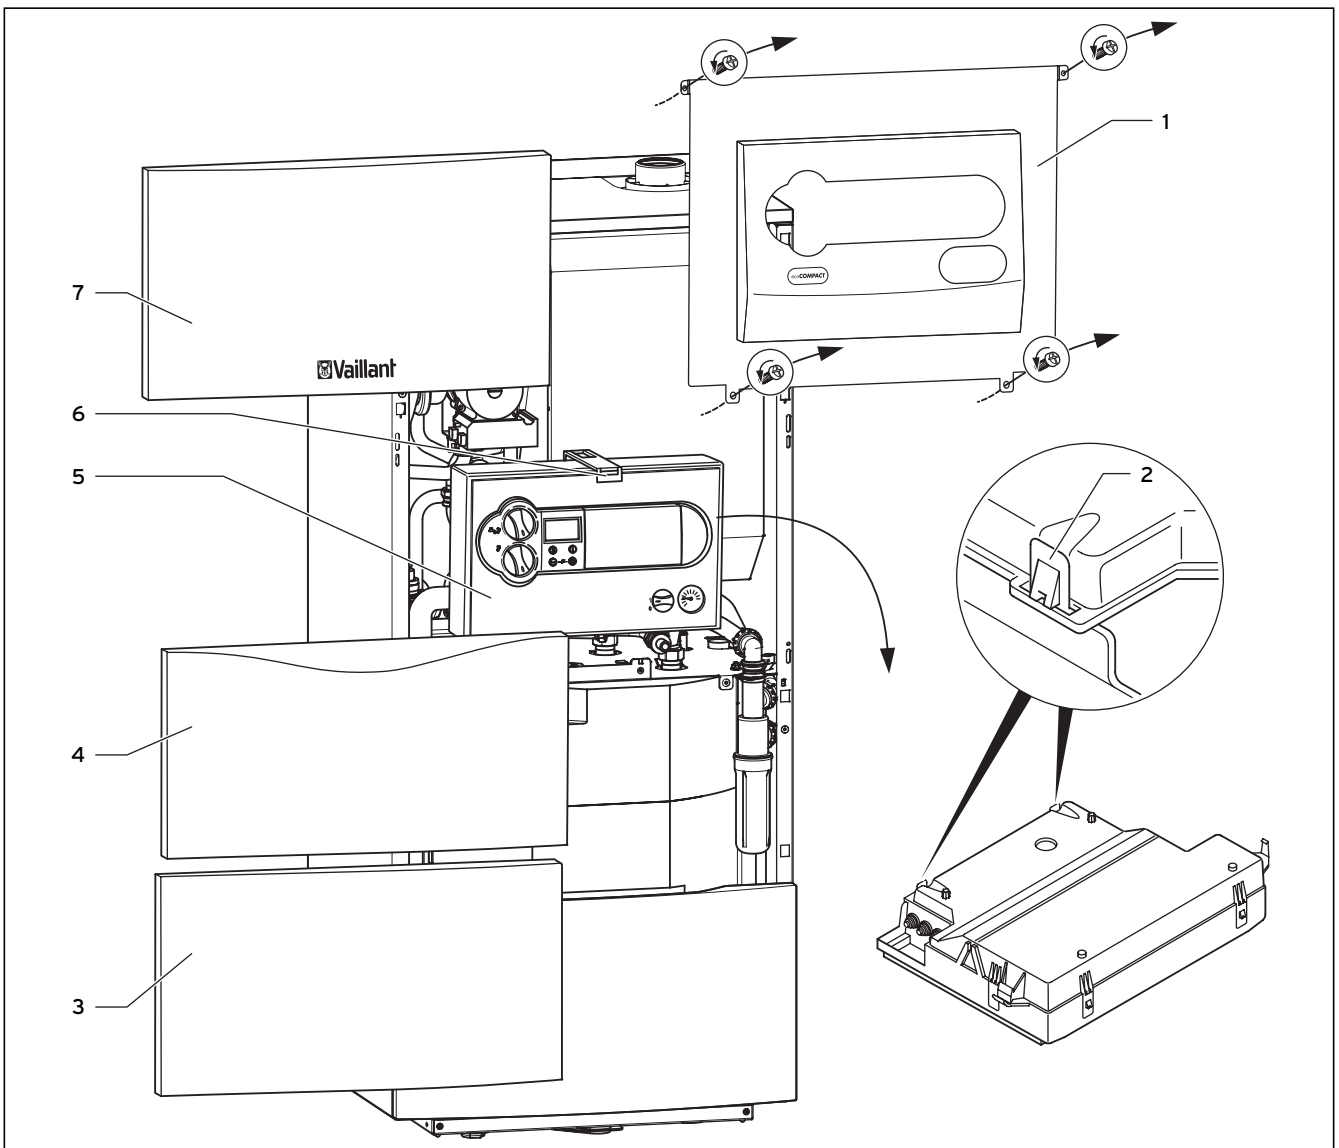

Fig. 5.6 Ta av apparatkledninger (avbildet VSC 126-C 140/
- Åpne apparatet (sml. fig. 5.6 og anvisninger på side 16).
- Skru fastskruingen (1) til sirkulasjonsrøret av fra tilkoblingsstykket og lås tilkoblingen med den vedlagte tettingen (3) og kappen (2).
Gå fram på følgende måte ved kabling av installasjonen (se fig. 5.6):